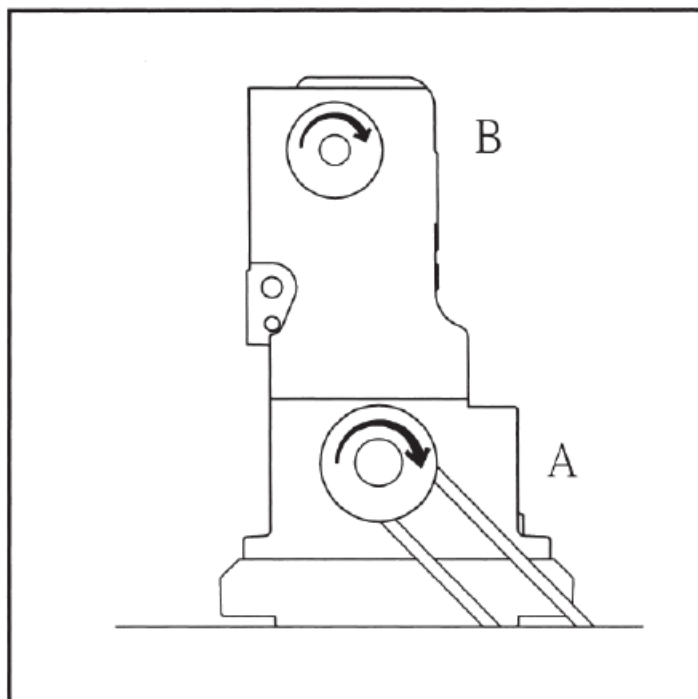

Рис. 4
4. Для длительной и долговечной работы машины рекомендуется, чтобы максимальная скорость не превышала 80% от скорости, указанной в Таблице 1. Убедитесь в том, что размеры шкива и приводного ремня выбраны правильно. Направление вращения шкива (А) по часовой стрелке, такое же как у маховика (В). (см. Рис.4)